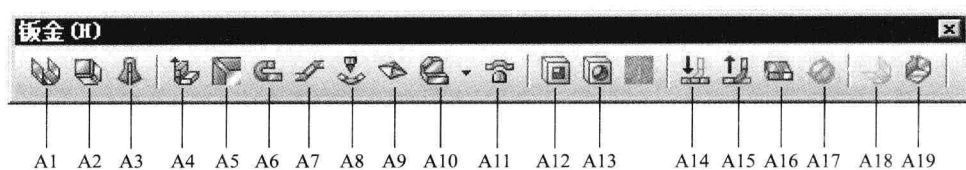

图 1.2.3 “钣金(H)”工具栏
活 ( 钣金(H) 前的  按钮被按下), “钣金(H)”工具栏(图 1.2.3)显示在工具栏按钮区。